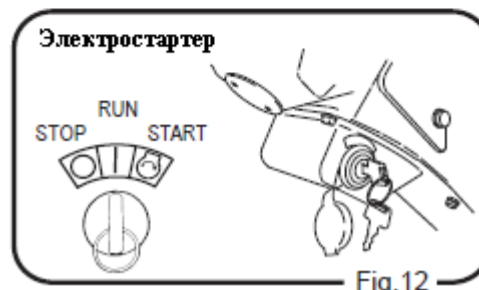

Fig.12
- с. Поверните ключ в положение «START» (ПУСК) (рис. 12). Индикатор заряда погаснет.